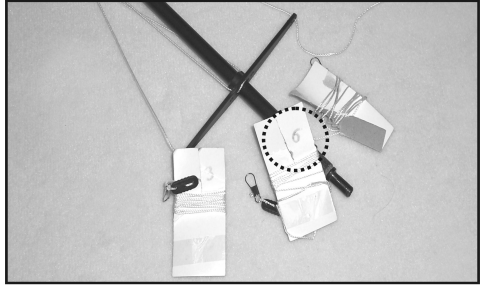

Bild 9
- Jedes Spannseil ist ab Werk mit einer Nummer versehen, siehe Bild 9.